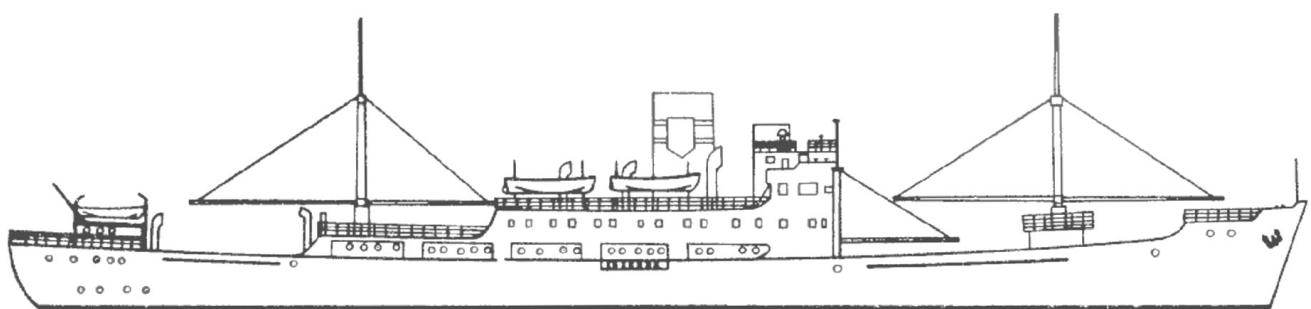

Рис. 6.15. Судно «Ярослав Домбровский»
**«Ярослав Домбровский».** Сухогрузное судно, построенное в 1950 г. на верфи «Блайт драй дог шипбилдинг компани» в Блайте (Великобритания). Длина его составляет 109 м; ширина — 14,7 м; осадка — 6,5 м. Судно одновинтовое, двухпалубное с паровым двигателем, имеет 11 пассажирских мест; скорость — до 14 уз (рис. 6.15).